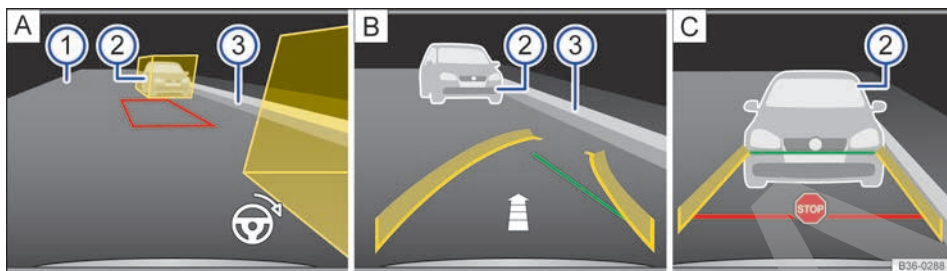

Fig. 206 Visualización en la pantalla del asistente de marcha atrás: aparcar con el modo 2.
Legenda de la fig. 206:
Leyenda de la fig. 206:
6.	Sitúe el vehículo en paralelo a la franja de aparcamiento a aprox. 1 metro de distancia de modo que las cajas auxiliares amarillas cubran por completo los posibles obstáculos → fig. 206 ② A. La zona situada entre las cajas deberá estar libre de obstáculos.
9.	Gire el volante hasta que el trapecio rojo se encuentre entre las cajas auxiliares y enmarcado en verde. Mantenga el volante en esta posición. El símbolo de un volante que aparece en el margen inferior derecho de la imagen → fig. 206 A le muestra el movimiento necesario del volante durante toda la maniobra de aparcamiento.
10.	Dé marcha atrás lentamente, sin modificar la posición del volante, hasta que se muestre la señal de STOP. O BIEN: dé marcha atrás lentamente hasta que la línea lateral curvada verde coincida con la delimitación lateral del hueco de aparcamiento, p. ej., el bordillo de la acera ③. Una flecha → fig. 206 B indica, en base al número de segmentos mostrados, el trayecto que aún queda por recorrer.
14.	Siga dando marcha atrás lentamente hasta que se muestre la señal de STOP → fig. 206 [C]. O BIEN: detenga el vehículo, como muy tarde, cuando la línea roja haya alcanzado la delimitación trasera, p. ej., el vehículo aparcado ② [C]. El vehículo se encuentra paralelo a la calzada dentro del hueco de aparcamiento.